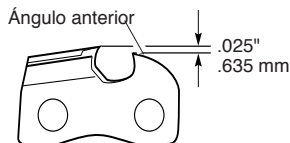

Figura 26 - Redondeo del ángulo anterior de la medida de profundidad
3. Retire el calibrador de medida de profundidad. Utilice una escofina plana para redondear la esquina frontal de la medida de profundidad del elemento de corte (vea la Figura 26).